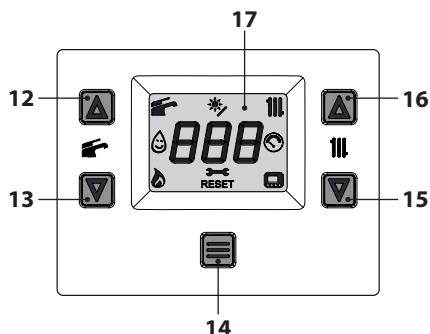
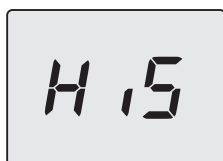

Figura 7.3
Figura 7.4
- Entre en la "modalidad programación" pulsando simultáneamente durante 5 segundos los botones 13 y 15 (Figura 7.3) hasta que aparezcan en el display LCD las letras **HiS** que indican el menú "Histórico de la caldera" (Figura 7.4).